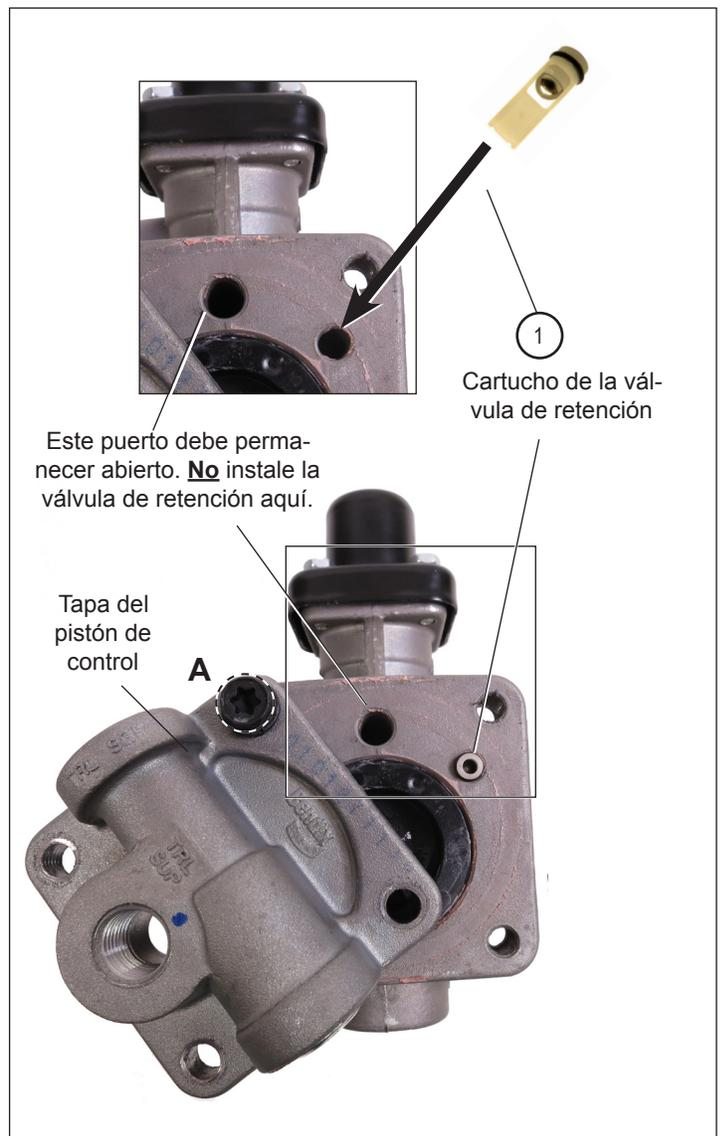

Figura 8: Instalación del cartucho de la válvula de retención
1. Asegúrese de que el cartucho de válvula de retención (1) esté intacto, como se muestra en la figura 8.
2. Sostenga el diámetro más grande (extremo de junta tórica) del cartucho de válvula de retención (1) e inserte el extremo puntiagudo en el paso de aire. Presione ligeramente con el dedo el cartucho de la válvula de retención (1) hasta que esté al ras con el alojamiento del cuerpo. (Consulte la figura 8.)